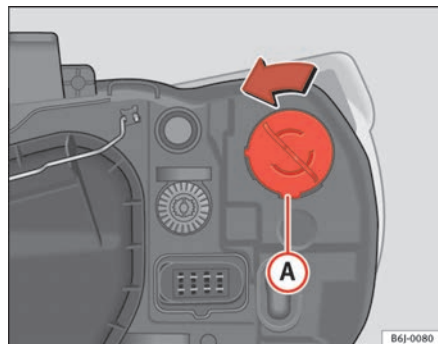

Fig. 151 Luce indicatore di direzione faro singolo
- Ruotare il portalampade ⇒ fig. 151 **A** verso sinistra e tirare.